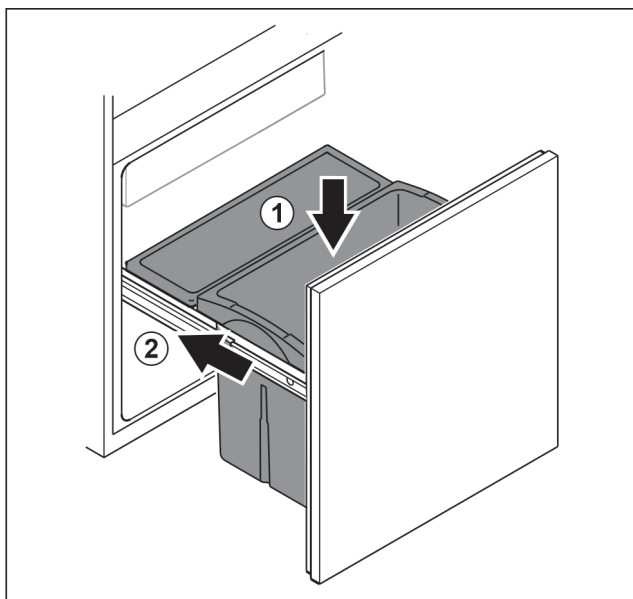

Fig. 149
- ▶ Vložte zásuvku shora. Fig. 149 (1)
- ▶ Zasuňte vysouvací vozík. Fig. 149 (2)